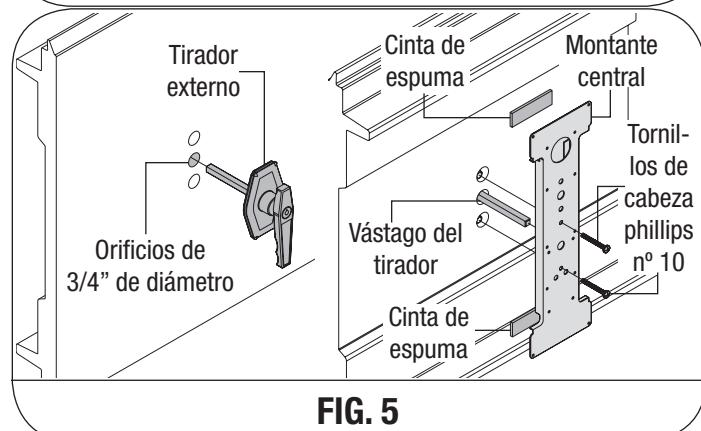

FIG. 5
EN LAS PUERTAS DE LA 5120/5145/6100/8300/8500/9700/9800/9100/9405/9600 Y DE MADERA, (VER FIG. 5): Alinee el conjunto del tirador externo con el tirador orientado hacia el piso e inserte el conjunto a través de los orificios de 3/4" de diámetro previamente taladrados en la sección. Con la cerradura externa ubicada en la sección, coloque el montante central de la cerradura sobre el vástago del tirador externo de la cerradura, asegure el montante central de la cerradura con cinta de espuma (las puertas de las 8300/8500/8700/9800/9700 y de madera usarán la placa de apoyo de la cerradura sin cinta de espuma). Asegure el tirador externo de la cerradura a la sección colocando los (2) tornillos de cabeza Phillips Nº 10 a través del montante de la cerradura y hasta la sección de la cerradura.